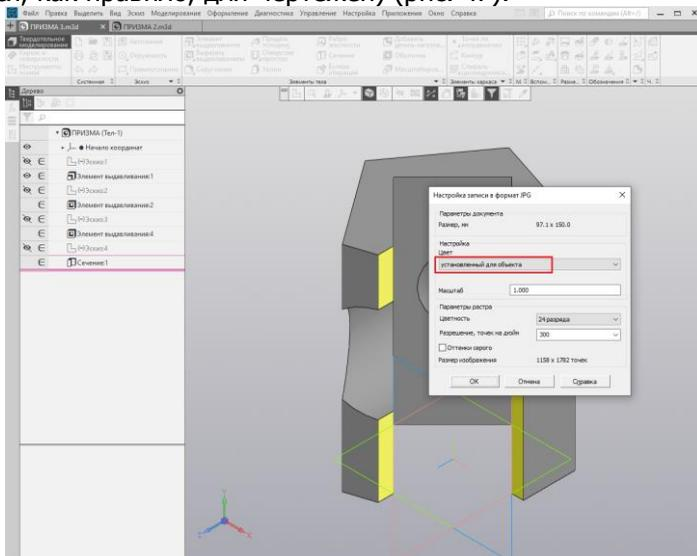

Рис. 47.
- Цвет – **установленный для объекта** (черный цвет устанавливается, как правило, для чертежей) (рис. 47).